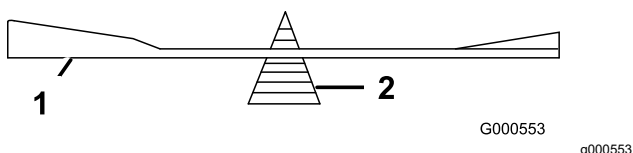

Figure 119
2. Vérifiez l'équilibre de la lame en la plaçant sur un équilibreur (Figure 119).